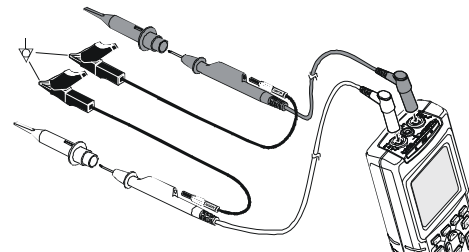

Figura 9-2. Conexión a tierra con el conductor de masa corto
- Utilice los conductores de masa cortos al medir señales de CC o CA en la entrada A y B. (Consulte la figura 9-2).